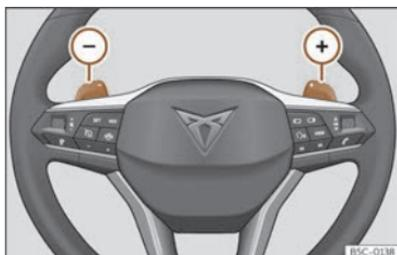

Fig. 93 Volante: leve per il cambio automatico.
- Premere la leva del cambio \oplus per inserire una marcia superiore >>> **fig. 93**.